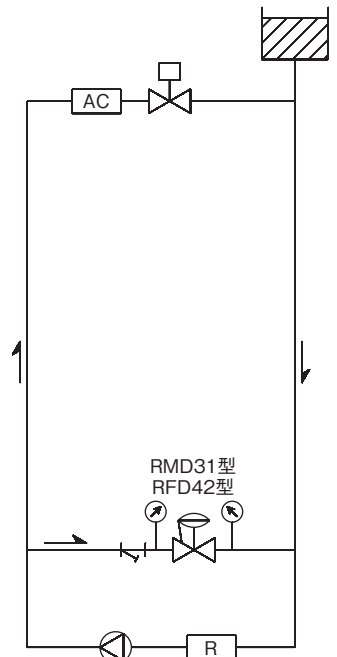

図3
2.3 密閉回路で開放式膨張タンク使用の場合の使い方（サステン弁）－図3